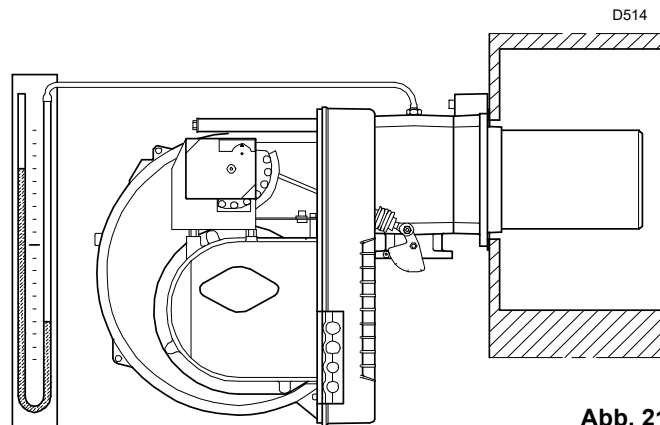

Abb. 21
- Montieren Sie ein U-Rohr-Manometer (Abb. 21) auf der Gasdruckentnahmestelle der Muffe.
Das U-Rohr-Manometer (Abb. 21) zeigt den Gaseintritt an der Muffe an.
Ein Richtwert kann den Tabellen auf Seite 5 entnommen werden. Es genügt, den Gasdruck auf dem U-Manometer abzulesen, siehe Abb. 21 auf Seite 23 und die auf S. 19 erteilten Hinweise zu beachten.